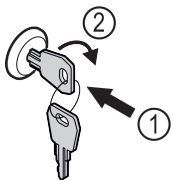

Fig. 73 Représentation à titre d'exemple
- Insérer la clé Fig. 73 (1).
- Tourner la clé à 90° dans le sens horaire Fig. 73 (2).